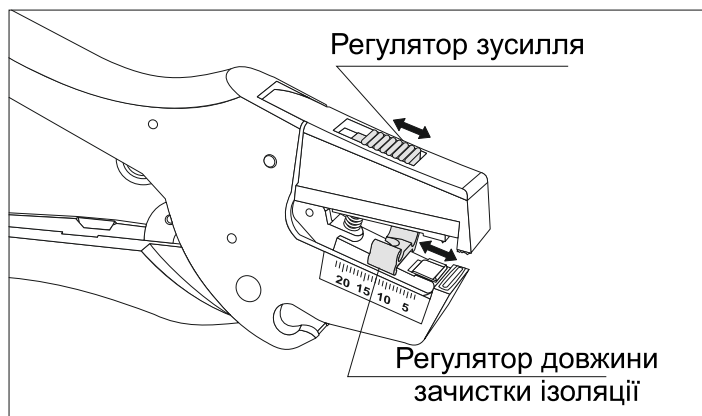

Рисунок 3
- 5.3. Встановити з допомогою регуляторів зусилля та довжини зачистки необхідні параметри: зусилля механізму видалення ізоляції та довжину зачистки (рисунок 3).